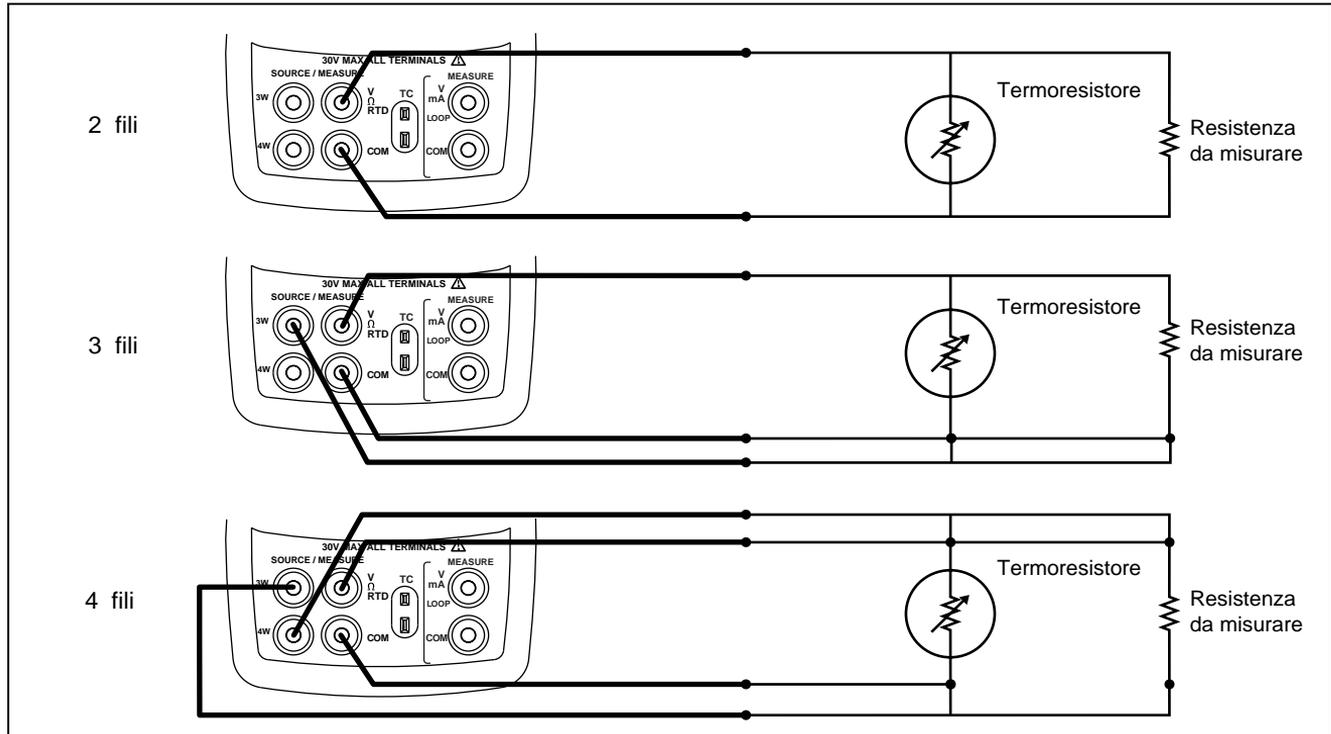

Figura 11. Misura della temperatura con un termoresistore (RTD), misura di una resistenza a 2, 3 e 4 fili
4. Collegare il termoresistore ai terminali di ingresso, come indicato nella figura 11.